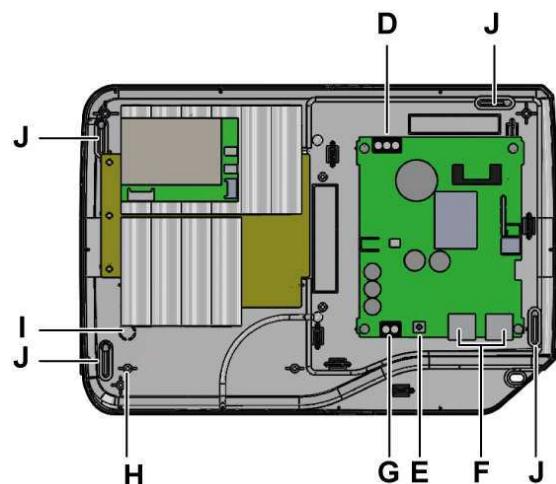

Figure 6.3: Vue de l'intérieur
- En cas de stockage prolongé ou déconnexion, couper le secteur et appuyer sur le bouton arrêt fonction secours (voir Figure 6.3 dans chapitre 6.4 : Bouton poussoir déconnexion backup).
Il existe aussi en option un switch anti-arrachement (voir chapitre 6.6). Ce switch avertit le superviseur en cas d'arrachement du produit du mur ou d'ouverture du capot. Il peut être monté à l'emplacement en bas à gauche utilisant le trou et le puit prédécoupés prévus (voir Figure 6.3).